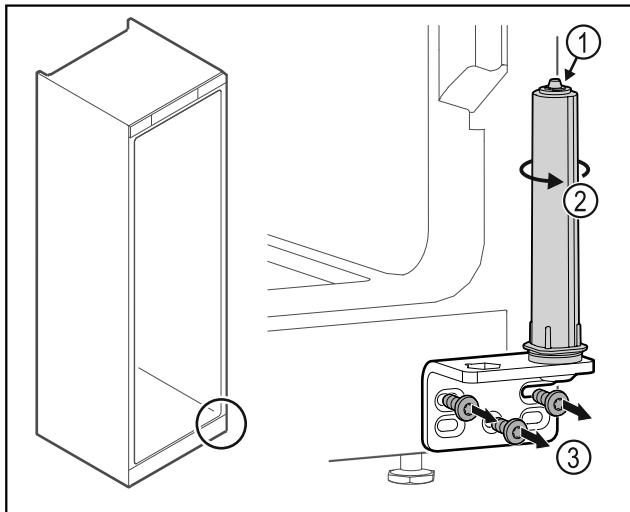

Fig. 39
- Neardykite durų uždarymo sistemos Fig. 39 (1).
- Sukite uždarymo sistemą Fig. 39 (2), kol ji užsifiksuos.
- Atskite šarnyrinį kampuotį Fig. 39 (3).